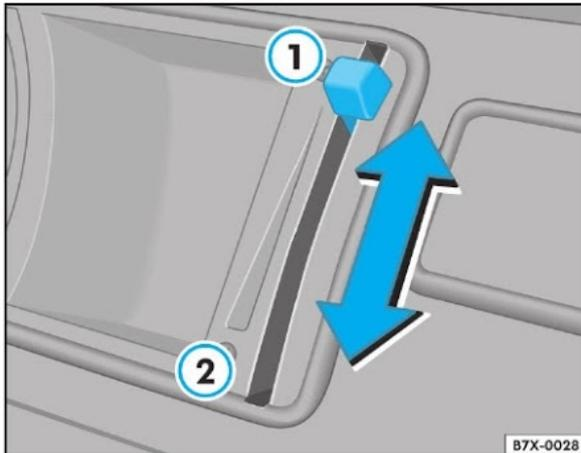

Fig. 55 Detalhe no painel: alavanca do controle do ar
- Mova a alavanca do comando para controle de fluxo do ar dos difusores de ar ⇒ fig. 55 entre ① (totalmente fechado) e ② (totalmente aberto).